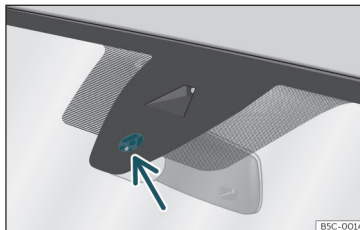

Fig. 101 Superficie sensibile del sensore pioggia.
Di seguito sono riportate alcune delle possibili cause di anomalia e di interpretazione scorretta nella zona della superficie sensibile >>> **fig. 101** del sensore pioggia: »
• Pulire regolarmente la superficie sensibile del sensore pioggia » fig. 101 (freccia) e verificare la presenza di eventuali danni sulle spazzole.